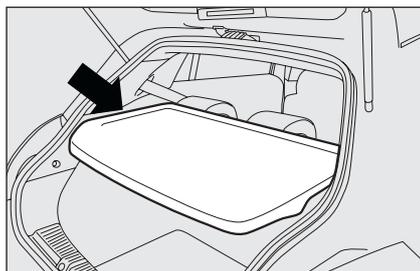
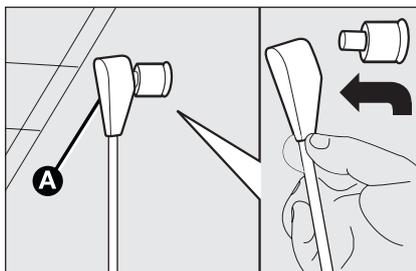

fig. 90
fig. 91
- rimuovere la cappelliera (ripiano posteriore) **fig. 90** liberando le estremità superiori **A-fig. 91** dei due tiranti, sfilando gli occhielli dai perni e spingendoli nella direzione della freccia;